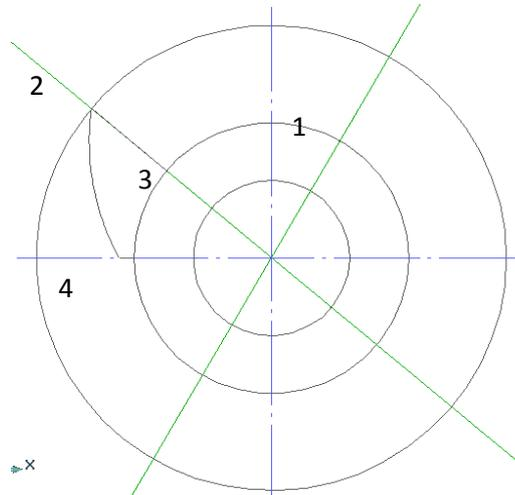

Рисунок 3. Построение одного из элементов массива
4. Из точки 1 (рисунок 3) (верхняя точка пересечения окружности диаметром 70 мм и вспомогательной линии, проведенной под углом 240°) строим вспомогательную окружность  диаметром 128 мм. Лишние элементы окружности удаляем инструментом  «Триммирование».